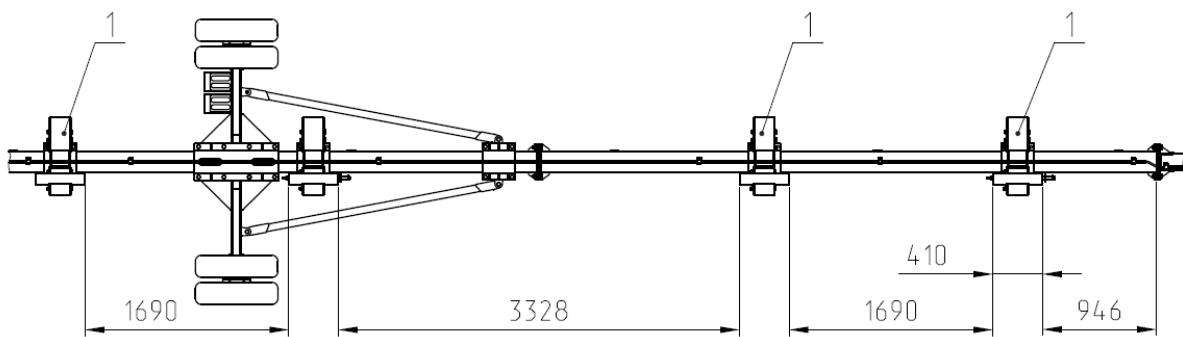

Рис. 11 Вид сверху приспособления.
- комбайн с жаткой поднятой в транспортное положение, подведите к приспособлению так, чтобы упоры на жатке, расположенные под бруском платформы жатки, прошли над передвижными опорами (см. рис.11 и 12), а проушины платформы оказались возле опоры с зазором;